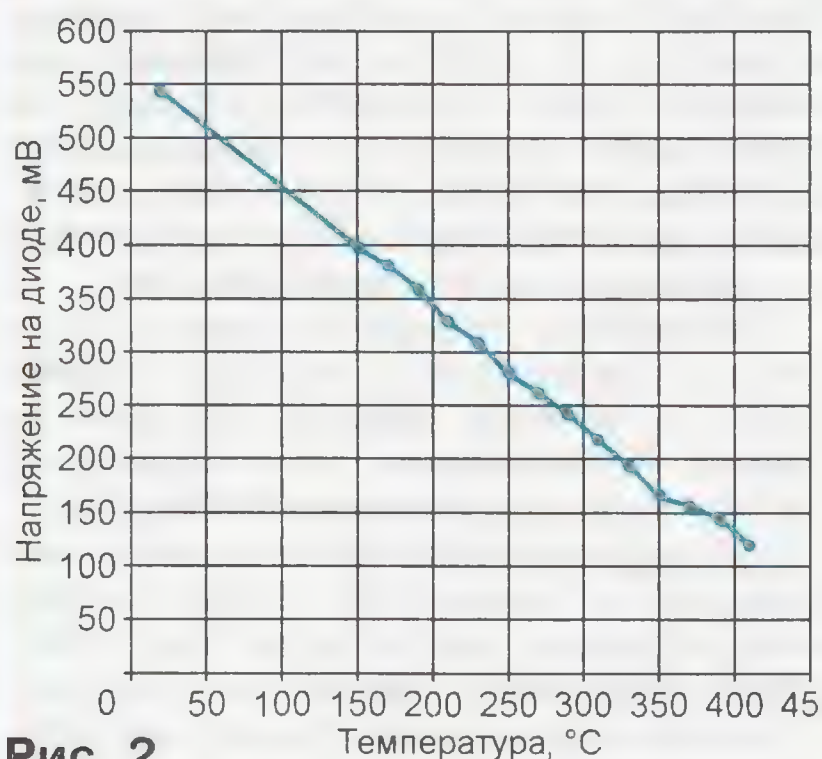

Рис. 2
**Диод 1N4148 как датчик высокой температуры** использован в терморегуляторе ламинатора. Автор приводит экспериментально снятый график (рис. 2 [http://thomaspfeifer.net/laminator\\_temperatur\\_regelung.htm\\_2.jpg](http://thomaspfeifer.net/laminator_temperatur_regelung.htm_2.jpg)) зависимости от температуры прямого падения напряжения на таком диоде, подключённом последовательно с резистором 1 кОм к источнику постоянного напряжения 5 В. Даже при температуре 400 °С линейная зависимость сохраняется. Правда, использовать диоды 1N4148, выпускаемые фирмами NXP, ROHM, Semtech, рекомендуется только при температуре не выше 200 °С. Согласно документации, это предельная для них рабочая температура. Диоды того же типа производства фирм Vishay,